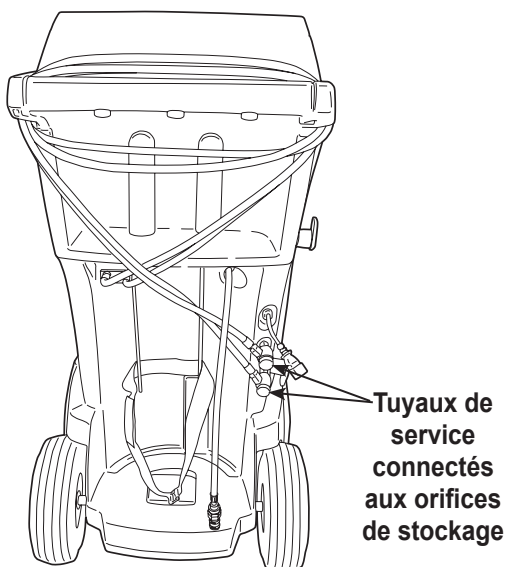

Figure 13
1. Quand vous y êtes invité, connectez les tuyaux de service de la machine à leurs orifices de stockage, et ouvrez les vannes de couplage comme indiqué sur la Figure 13.